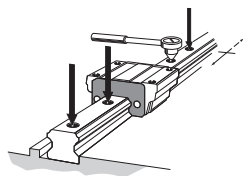

图10 全锁紧装配螺栓
(4) 使用扭矩扳手, 将装配螺栓按规定的扭矩拧紧。(请参照图10 B1-101、表1和表2)